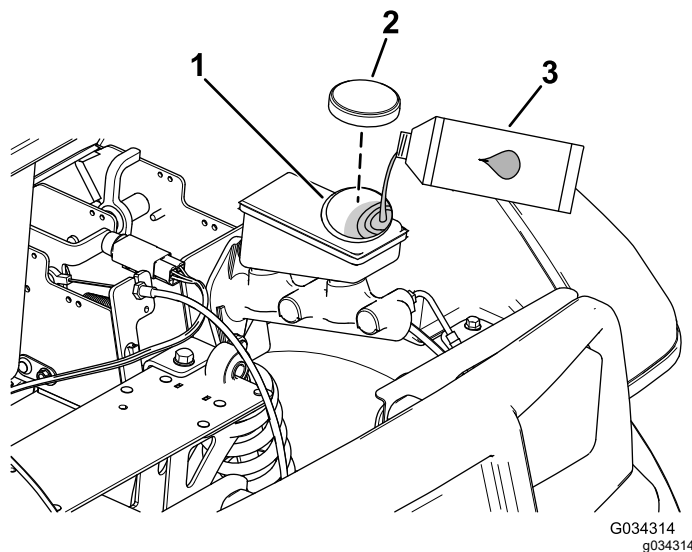

Figura 61
4. Eleve novamente o capot para obter acesso ao cilindro principal do travão e reservatório (Figura 61).
- Limpe a zona em redor da tampa do reservatório e retire-a (Figura 61).
- Coloque a tampa do reservatório (Figura 61).